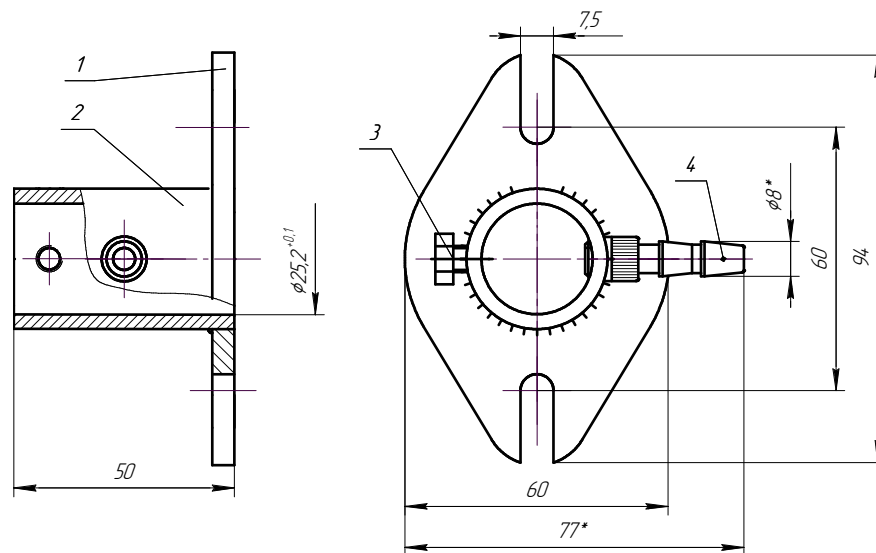

Рис.5. Фланец монтажный
9.1.2. Механическое крепление фотодатчика на объекте возможно на любой плоскости монтажным фланцем с обдувом воздухом Рис.5, с помощью винтов и гаек М5 или иным способом, используя установочный размер  $\varnothing 25$  бленды поз.9 Рис.2.